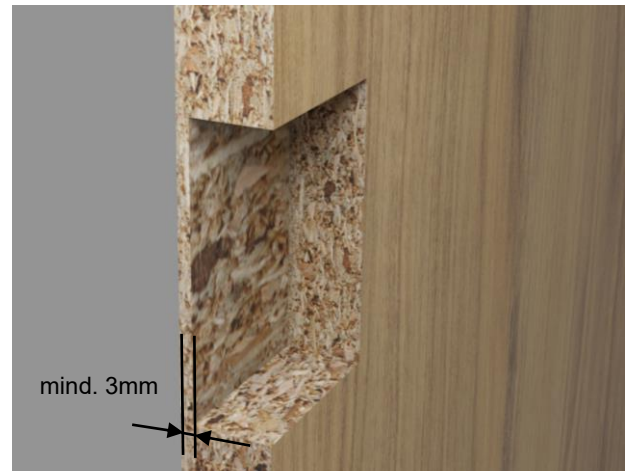

Abbildung 16
- Bei Sacklöchern in der Platte (Abbildung 16) ist darauf zu achten, dass eine Restdicke von 3mm eingehalten werden muss